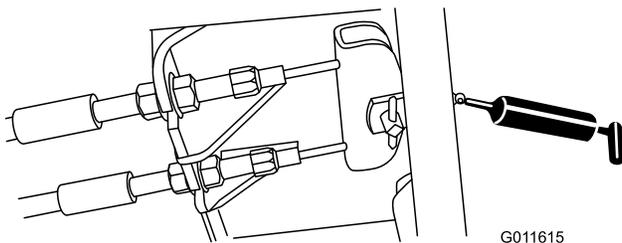

Рисунок 52
- Педаль тормоза (1 шт.) (Рисунок 52)